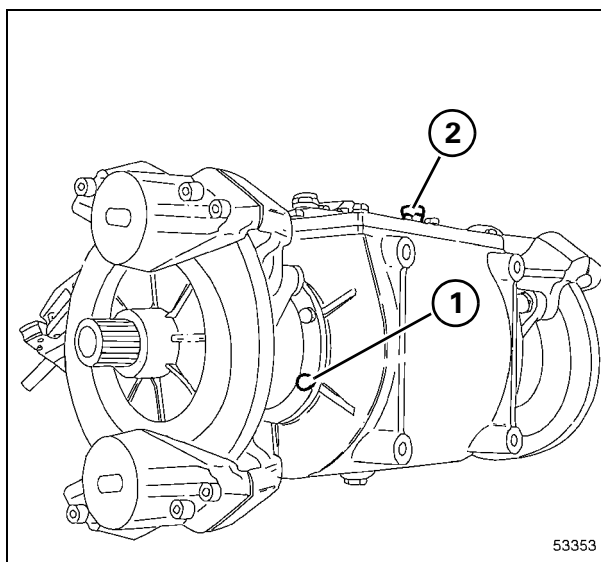

Рис. 39
**31. Коробка передач - Рис. 39**